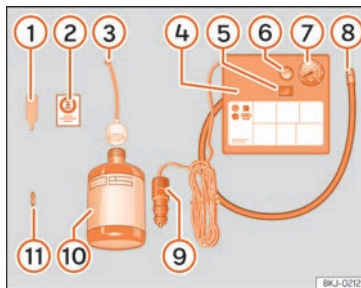

Fig. 65 Representación estándar: contenido del kit antipinchazos.
- Desenrosque la caperuza y el obús de la válvula del neumático. Utilice el aparato » **fig. 65 ①** para extraer el obús. Colóquelo en una superficie limpia.
- Agite con fuerza la botella de sellante de neumáticos » **fig. 65 ⑩**.
- Enrosque el tubo de inflado » **fig. 65 ③** en la botella de sellante. El precinto de la botella se romperá automáticamente.
- Retire el tapón del tubo de llenado » **fig. 65 ④** y enrosque el extremo abierto del tubo en la válvula del neumático.
- Vuelva a colocar el obús con el aparato » **fig. 65 ①** en la válvula del neumático.
- Enrosque el tubo de inflado del neumático del compresor » **fig. 65 ⑧** en la válvula del neumático.
- Compruebe que el tornillo de evacuación de aire está cerrado » **fig. 65 ⑥**.
- Acople el conector »» fig. 65 ⑨ a toma de corriente de 12 voltios del vehículo »» 📖 pág. 191.
- Conecte el compresor de aire con conmutador ON/OFF »» fig. 65 ⑤.
- Pegue el adhesivo »» fig. 65 ② en el cuadro de instrumentos, dentro del campo visual del conductor.